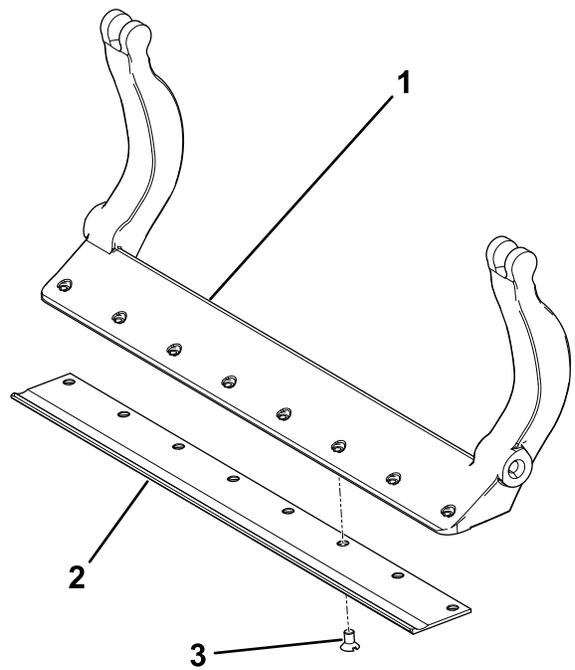

Figura 35
- Serrate le 2 viti esterne a 1 N·m; fate riferimento alla Figura 35.
- Partendo dal centro della controlama, serrate le viti a 23–28 N·m; fate riferimento alla Figura 35.
- Applicate un composto antigrippaggio sulle viti e montate la controlama sulla barra di appoggio come segue (Figura 35):